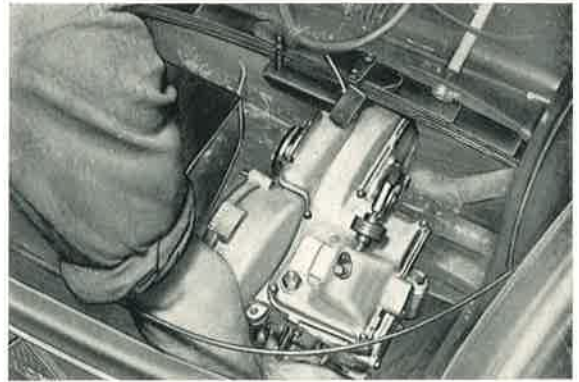

Bild 131: Der gelöste Motor wird vorn rechts am Schalldämpfer-Befestigungsarm, links am Auspuffkrümmer gefaßt, angekippt und dann etwas nach vorn gezogen.
31. Antriebsaggregat herausheben (linke Hand faßt unter den Auspuffkrümmer, rechte Hand an den Befestigungsarm am Getriebe), (Bild 131).